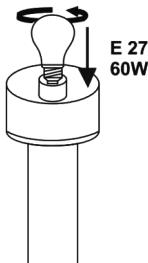

Bild 4
6. Skruva i ljusskällan (Max. 60 W, E27) (se bild 4).